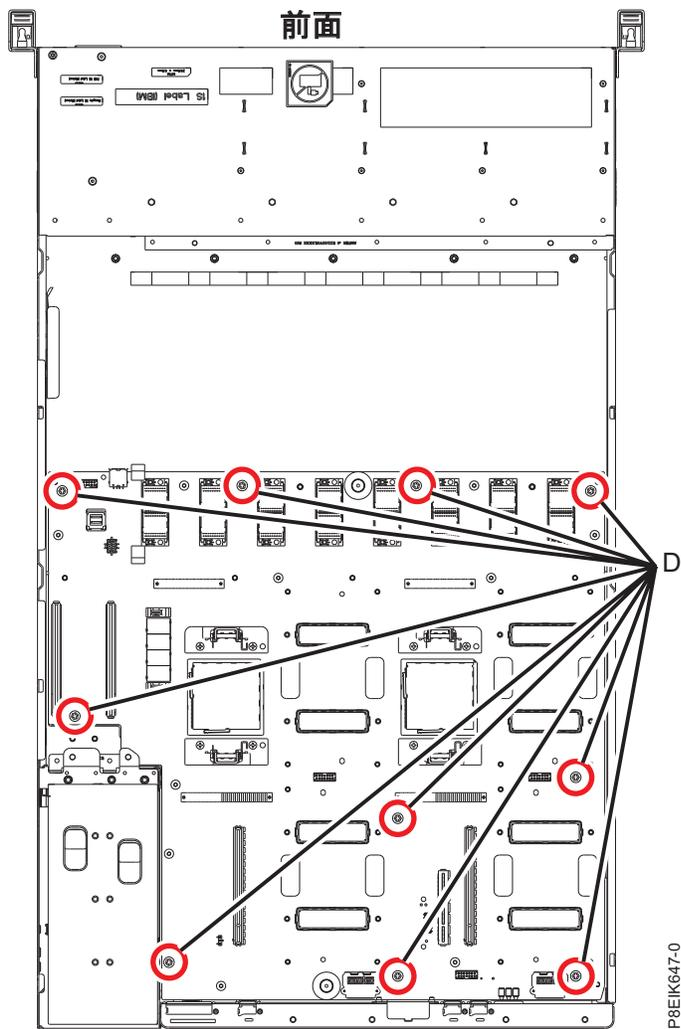

図 120. システム・バックプレーンのねじの位置
4. 10本の黒色の六角ねじ (D) を位置合わせして、システム・バックプレーンにねじ留めします。ねじの位置は 107 ページの図 120 に示しています。